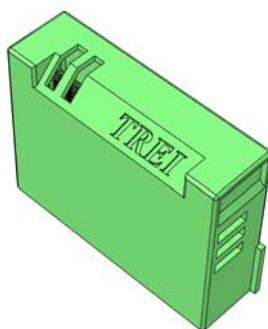

Рисунок 2 - Изолятор сигналов Iso-V
– гальваническая изоляция между каналами, между внешними цепями и модулем вывода осуществляется с помощью изолятора сигналов (Iso-V) см. рисунок 2;